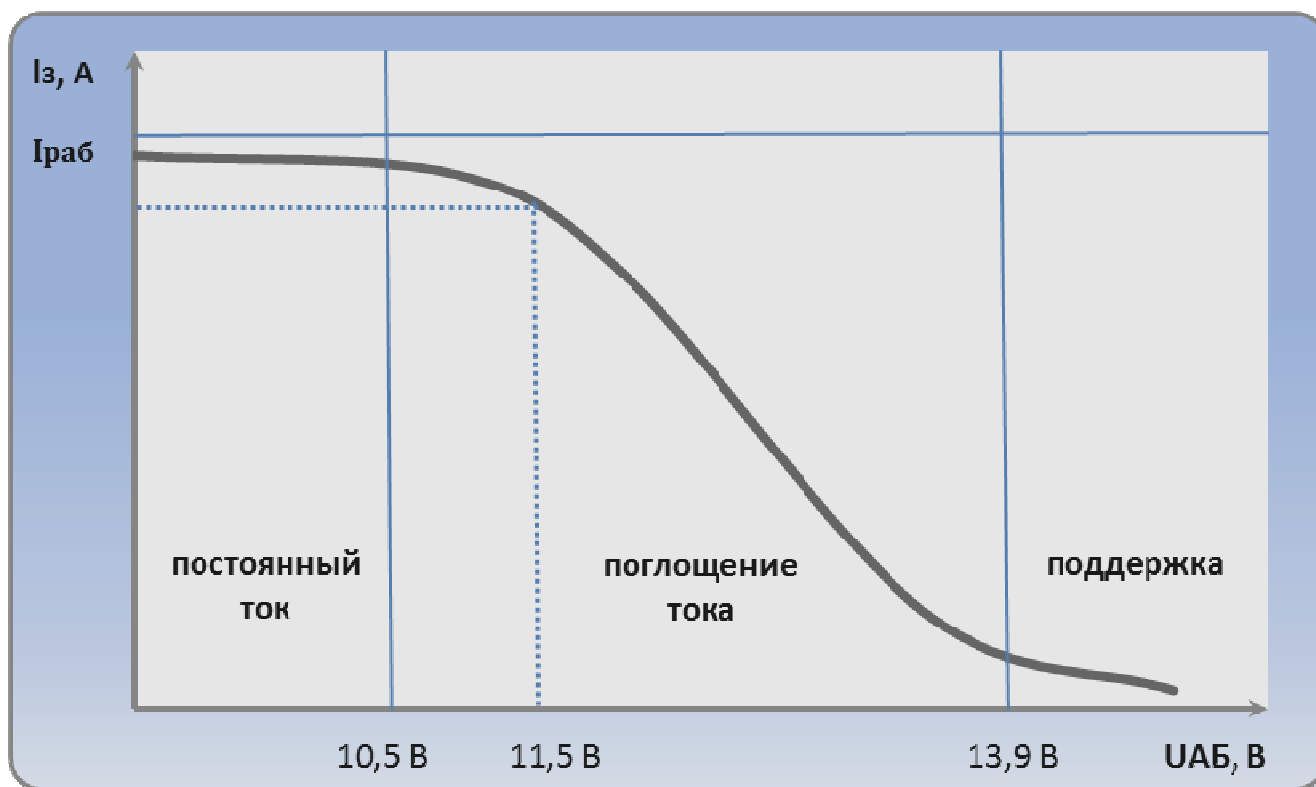

Рис.4. График работы зарядного устройства.
- 15.9. Примерный график заряда аккумуляторных батарей данным типом зарядного устройства приведен на рис. 4.